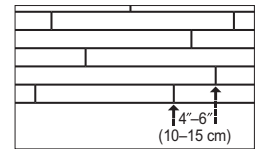

Figura 4
- Es importante alternar los extremos de los tabloncillos en hileras contiguas a un mínimo de 4-6" (10 - 15 cm) siempre que sea posible (Figura 4). Esto ayudará a garantizar un aspecto general más favorable del piso.
- Las juntas de extremo de las hileras contiguas deberán escalonarse a un mínimo de 4-6" (10 - 15 cm) cuando sea posible, para garantizar un aspecto general más favorable (Figura 4).
- Verifique que los bordes y extremos de cada tablón hayan encajado bien y estén ajustados. Las juntas de extremo de las hileras adyacentes deberán escalonarse a 4-6" (10-15 cm) siempre que sea posible, para garantizar un aspecto general más favorable (Figura 4).